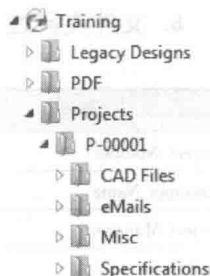

图 1-1 文件夹结构
2. 项目文件夹 ACME 公司想用如图 1-1 所示的文件夹结构来管理文件,每个项目采用同样的方式组织文件。主项目文件夹包含项目编号和客户名称,在每个项目包含的子文件夹中放入项目相关的文件。